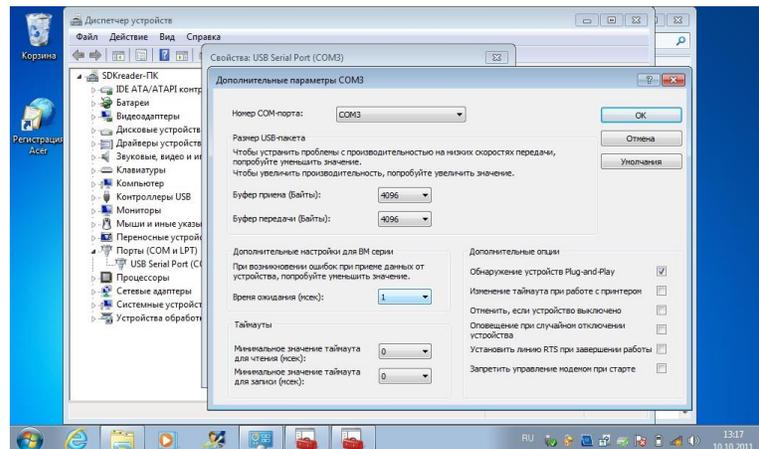

Рис. 11
19. Устанавливаем параметр «Время ожидания» равное 1 мск. (по умолчанию 16) рис.11